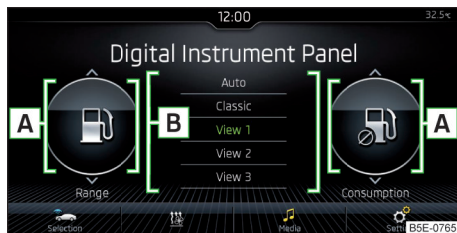

Fig. 36
- En las zonas **A** » fig. 36 seleccionar la información adicional deseada moviendo el dedo en vertical por la pantalla.